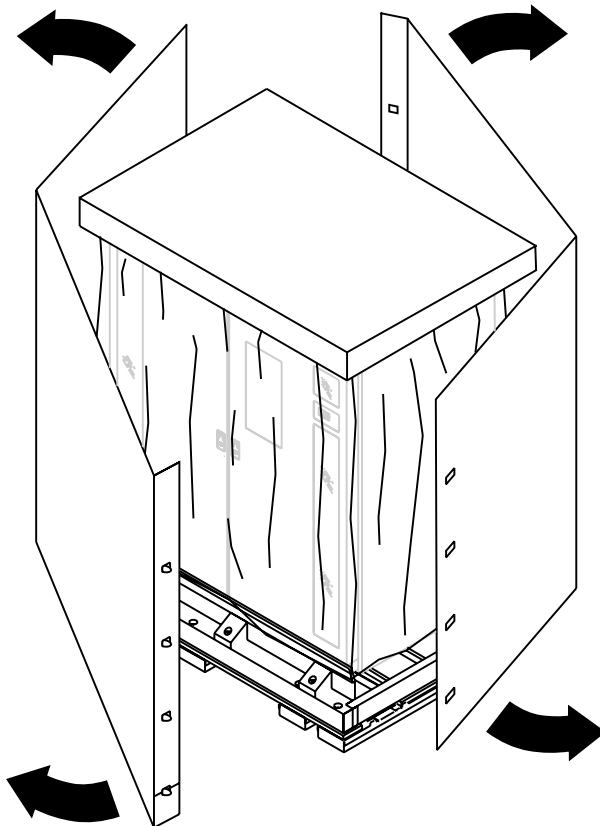

図4-4: 段ボール箱の取り外し
6. 段ボール箱をライブラリから取り外します（図4-4を参照）。